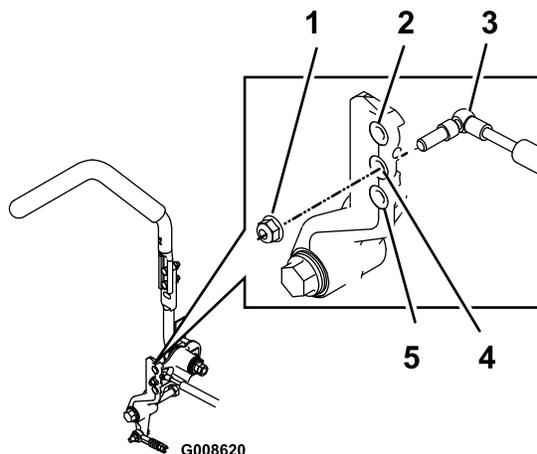

Bild 64
2. Entfernen Sie die Sicherungsmutter, verschieben Sie die Befestigungsschraube für den Stoßdämpfer auf die gewünschte Stellung und setzen Sie die Sicherungsmutter ein. Die Befestigungsoptionen finden Sie in Bild 64.